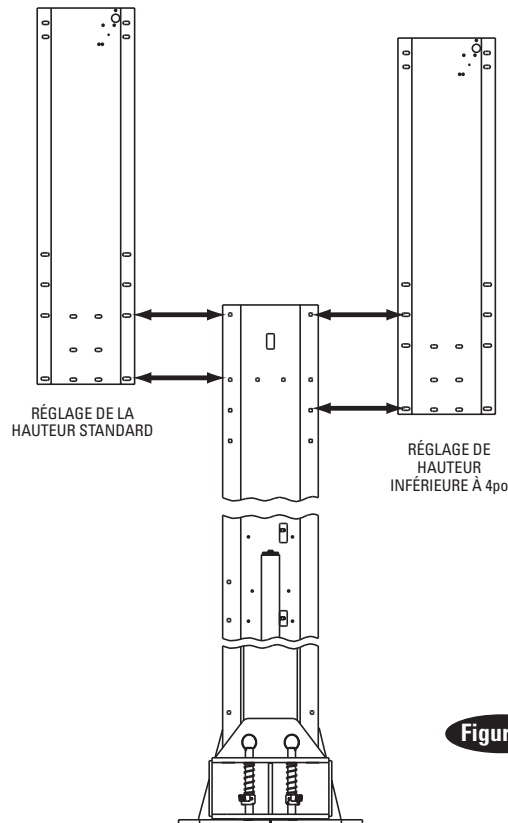
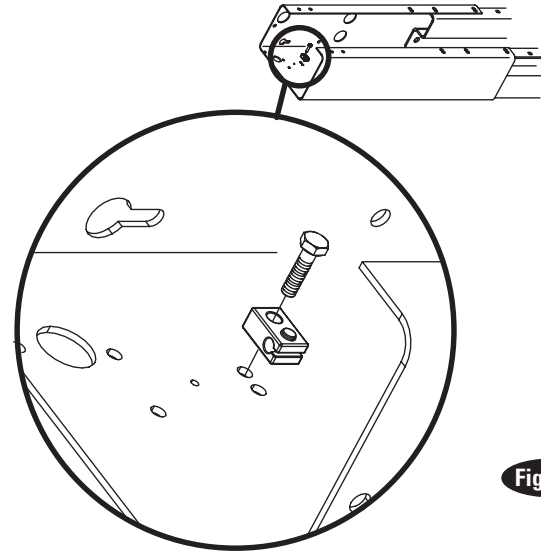

Figure 1b
Figure 3
2. Serre-câble à verrou : Installez les supports de guidage du conduit du câble de verrouillage sur les rallonges de colonne à l'aide d'un (1) écrou à bride 1/4 po-20NC x 1 po HHCS et d'écrous à bride 1/4 po-20NC, Fig. 3. Les vis à tête hexagonale doivent passer par le trou le plus proche du bord, comme indiqué sur la figure 3.
3. Extensions de colonnes : Pendant que la colonne est au sol, installez les rallonges de colonne à l'aide de (4) vis 3/8 po-16NC x 1 po. Boulon à tête bombée et contre-écrou à bride, Figure 3 et Figure 1b. Utilisez (2) 3/8 po-16NC x 2-1/2 po de long. Boulon à tête bombée et contre-écrou à bride pour fixer la barre de liaison et la rallonge de colonne ensemble au niveau des trous supérieurs de la colonne, Figure 3. Le tirant est positionné à l'extérieur de l'extension de la colonne. Réglez l'aplomb des extensions de colonne.
IMPORTANT : Toutes les rondelles en étoile doivent être montées sur la colonne latérale droite pour assurer la mise à la terre de l'interrupteur de fin de course en hauteur. Les rondelles en étoile ne sont pas nécessaires lors du montage sur la colonne latérale gauche. Remarquez le montage de l'extension de la colonne, Figure 3 et le montage de l'interrupteur de fin de course en hauteur également à la Figure 3 et Figure 6.